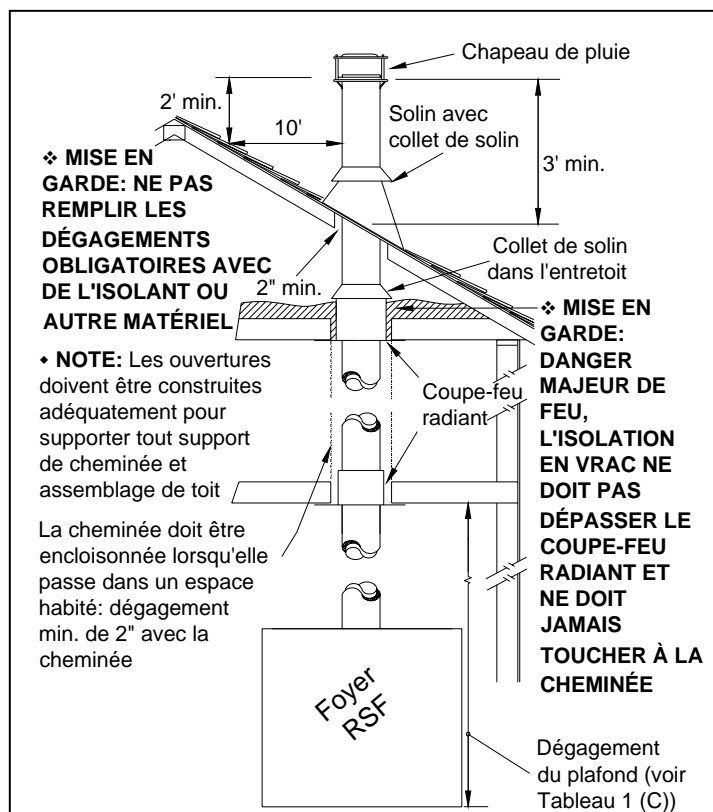

Figure 11 Installation générale de la cheminée
- Installez, en dessous de chaque plancher/plafond traversé par la cheminée, un coupe-feu radiant. Au niveau de l'entretoît, installez un coupe-feu radiant et un collet de solin tel qu'illustré à la Figure 11.